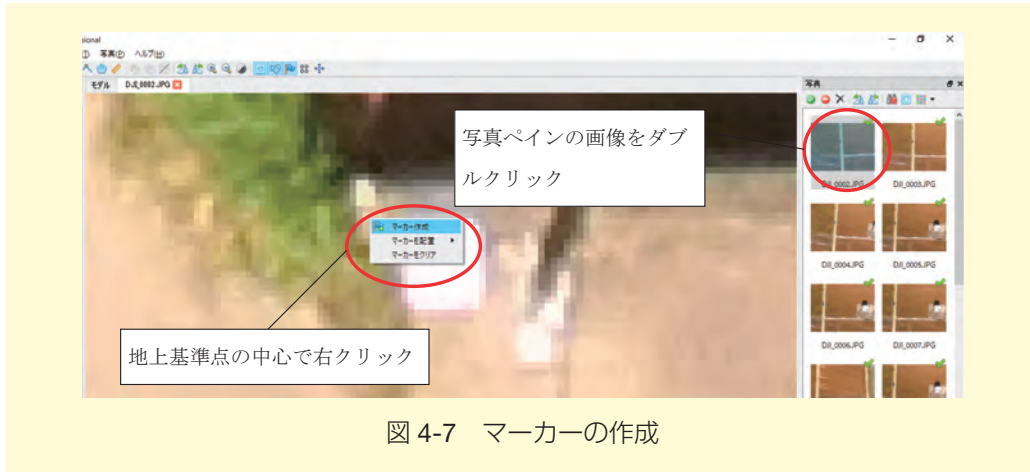

図 4-7 マーカーの作成
- (1) 写真ペインから地上基準点が写っている画像をダブルクリックして、画像を表示します。同じ基準点が写っている画像は複数あるので、良く写っているものを選びます（図4-7）。
- (2) 拡大ボタンかマウスホイールで画像を拡大し、地上基準点の中心で右クリックし、「マーカー作成」を選択します。対空標識を設置した場合は、標識の中心で、設置していない場合は、基準点を設置した際の目印（道路の交差点など）を参考にします（図4-7）。